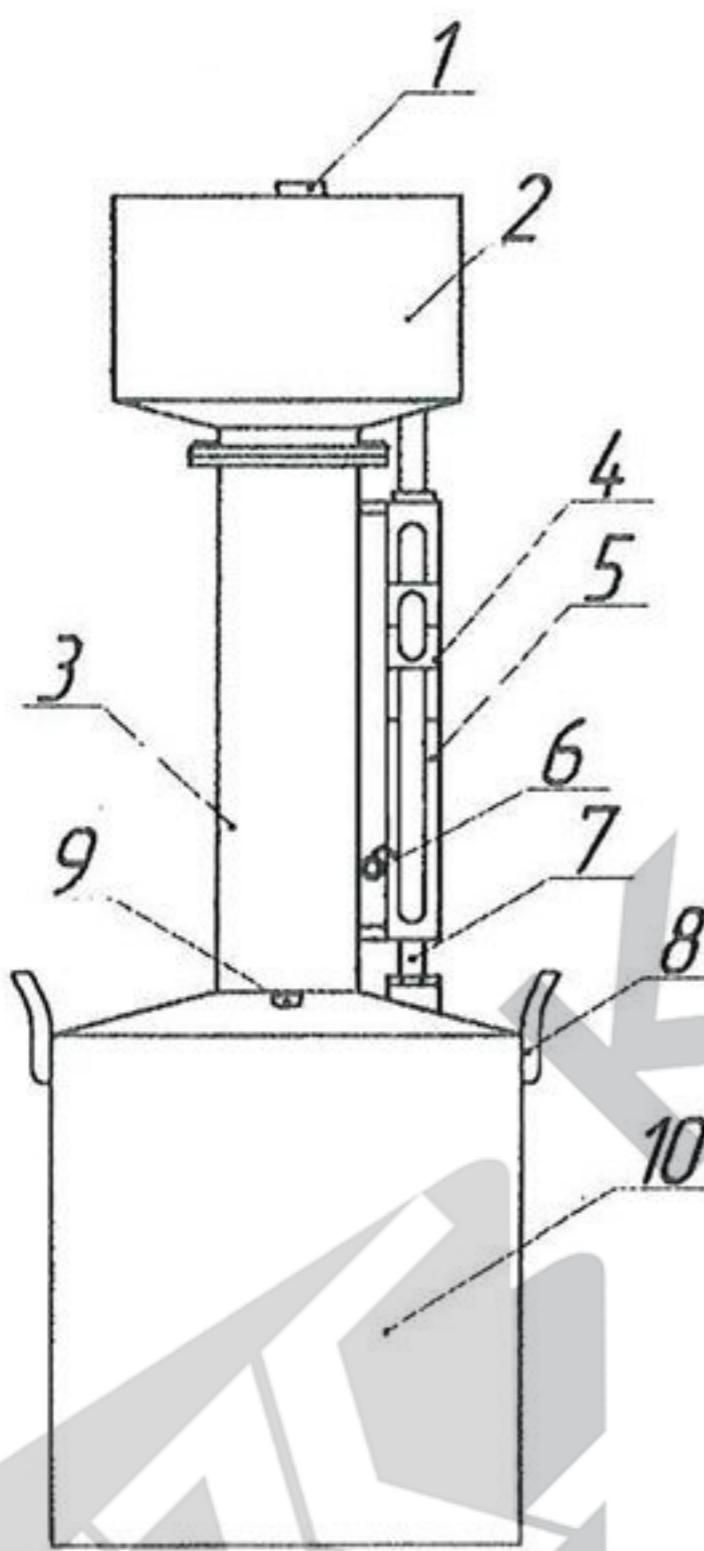

**Рис. 3 Мерник М2Р, шифр «01П»,
Непосредственно перед началом работы мерник необходимо смочить рабочей жидкостью, по окончании слива дается 30 с на слив капель. Заполнение мерника производится через горловину (4) (рис. 1 и 2) или через заливной патрубок (1) пеногасителя (рис. 3 и 4). После заполнения мерника рабочей жидкостью отсчёт количества жидкости фиксируется по шкале мерника. Наблюдение проводят по нижнему краю мениска водомерной стеклянной трубы (рис. 1 - 4). У мерников вместимостью 2 дм3, 5 дм3 и 10 дм3 слив жидкости проводится через горловину. У мерников вместимостью 20 дм3 и более слив жидкости проводится через сливной кран. По окончании слива дается 30 с на слив капель.